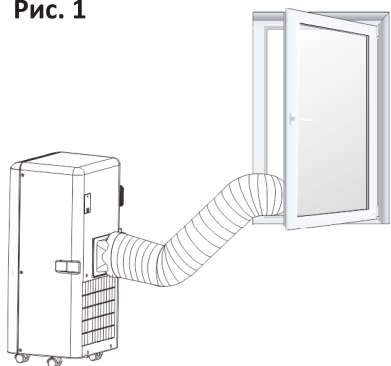

Рис. 3
3. Направьте другой конец шланга в окно (рис. 3).